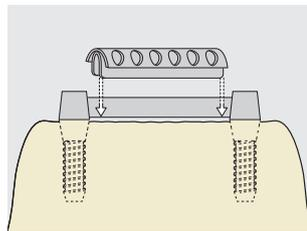
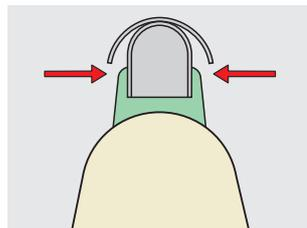
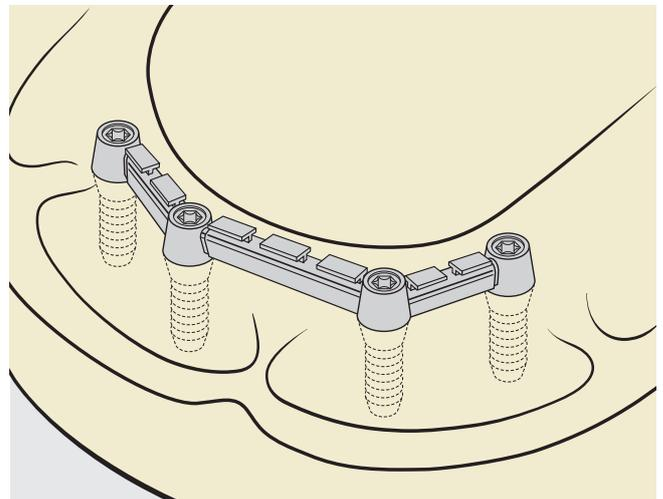

Fig. 6
Fig. 7
Fig. 8
Die Steghülse wird zur Erreichung der maximal möglichen Haltekraft über die ganze Steglänge angepasst (Fig. 6). Grate innen und aussen entfernen. Damit die Steghülse im Kunststoff sicher verankert werden kann, darf sie nicht kürzer als 5 mm sein. Steghülse auf Patrize montieren, anschliessend den Freiraum zwischen Steg und Gingiva, sowie Implantatkappen oder Wurzelkappen, ausblocken. ½ der Lamellenhöhe sollte dabei frei beweglich bleiben. Dies ermöglicht den Zugang des Aktivierungsinstrumentes und reduziert vorzeitigen Verschleiss (Fig. 7). Die Retentionsflügel der Steghülse dürfen nur einmalig und mit äusserster Vorsicht gebogen werden, um ein Abbrechen derselben zu vermeiden. Steghülse in die Prothese oder in die gegossene Verstärkung einpolymerisieren.
Die Steghülse wird zur Erreichung der maximal möglichen Haltekraft über die ganze Steglänge angepasst (Fig. 6). Grate innen und aussen entfernen. Damit die Steghülse im Kunststoff sicher verankert werden kann, darf sie nicht kürzer als 5 mm sein. Steghülse auf Patrize montieren, anschliessend den Freiraum zwischen Steg und Gingiva, sowie Implantatkappen oder Wurzelkappen, ausblocken. ½ der Lamellenhöhe sollte dabei frei beweglich bleiben. Dies ermöglicht den Zugang des Aktivierungsinstrumentes und reduziert vorzeitigen Verschleiss (Fig. 7). Die asymmetrische Retention der Steghülse darf beschliffen werden, z.B. zur Einlage einer gegossenen Verstärkung (Fig. 8). Steghülse in die Prothese einpolymerisieren oder in die gegossene Verstärkung einkleben.
Die Steghülse wird zur Erreichung der maximal möglichen Haltekraft über die ganze Steglänge angepasst (Fig. 6). Grate innen und aussen entfernen. Damit die Steghülse im Kunststoff sicher verankert werden kann, darf sie nicht kürzer als 5 mm sein. Steghülse auf Patrize montieren, anschliessend den Freiraum zwischen Steg und Gingiva, sowie Implantatkappen oder Wurzelkappen, ausblocken. ½ der Lamellenhöhe sollte dabei frei beweglich bleiben. Dies ermöglicht den Zugang des Aktivierungsinstrumentes und reduziert vorzeitigen Verschleiss (Fig. 7). Die Retentionsflügel der Steghülse dürfen nur zur Trennung beschliffen werden. Steghülse in die Prothese einpolymerisieren oder in die gegossene Verstärkung einkleben.
9. Untersichgehende Stellen des Steges sowie aktivierbare Lamellen der Matrize ausblocken (Fig. 7)